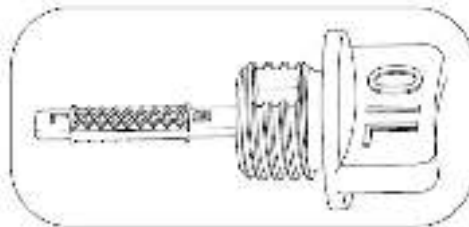

Рис. 10
4. Закрутите крышку маслоналивной горловины и затем снова извлеките щуп. Проверьте уровень масла. Он должен находиться между верхней и нижней отметкой контрольного щупа ближе к верхней отметке «Н» (рис. 10). В случае необходимости долейте свежее моторное масло.